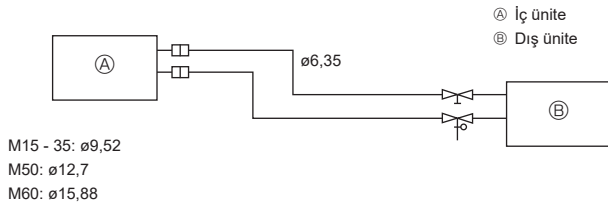

Fig. 5-1
5.2. Soğutma borusu (Fig. 5-1)